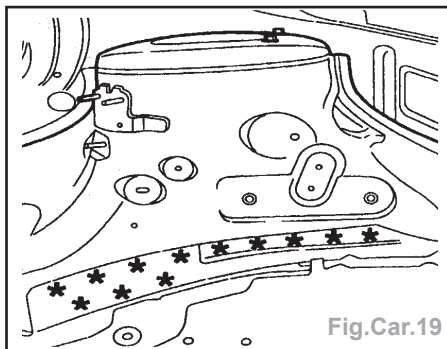

Fig.Car.19
- Découper par fraisage des points (Fig.Car.19, 20, 21 et 22).